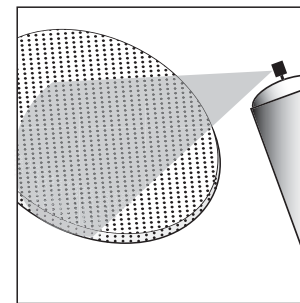

Figura 9—Pinte la rejilla al aerosol en capas delgadas. No tape los agujeros de la rejilla con pintura.
5. Póngale a la rejilla dos capas delgadas del color de acabado. Si está utilizando compresor y pistola de rociado, ponga el selector de la pistola en la posición que produce el rociado más fino y difuso. Tenga cuidado de no tapar los agujeros de la rejilla con pintura (figura 9).